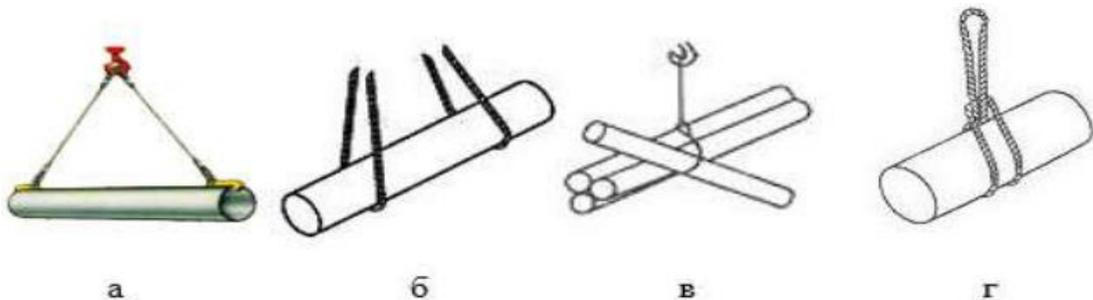

Рисунок 1 - Схема строповок
- выбрать правильную схему строповки из 4 предложенных схем (рис.1);